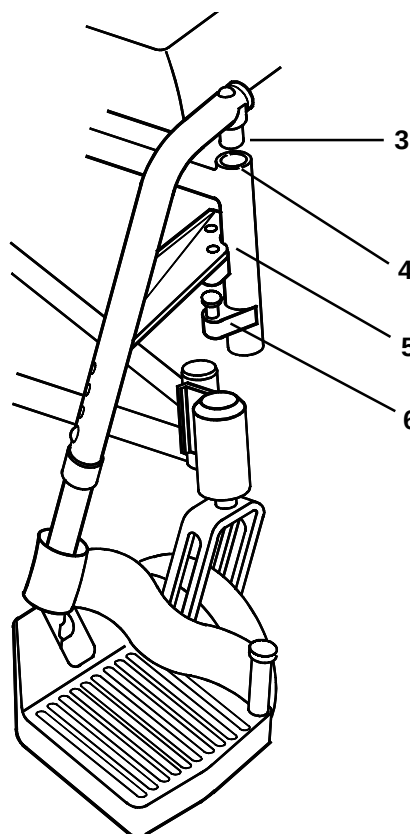

Fig. 17
Pour replacer le repose-pied (Fig. 17), placez la collerette amovible (3) dans son logement (4) à l'avant du tube (5), le repose-pied vers l'extérieur du cadre. Faites pivoter le repose-pied vers l'intérieur jusqu'à ce qu'il s'enclenche dans le goujon de verrouillage (6).